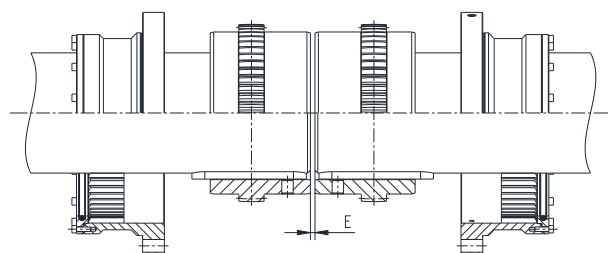

Bild 36
- Förskjut aggregaten axiellt tills E-måttet uppnås (se tabell 1 och 3) (se bild 36).